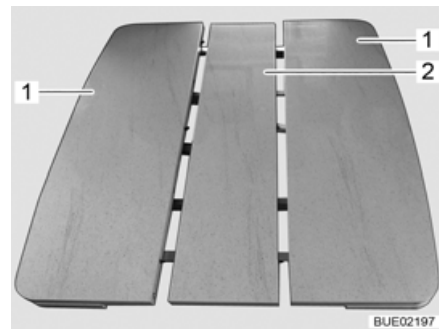

Bild 117 Bordsskiva med extra mittenskiva
- Ta tag i bordsskivan (Bild 117,1) på båda långsidorna och dra isär (för detta krävs det två personer). Den extra mittenskivan (Bild 117,2) under bordsskivan glider upp av sig själv med fjäderspänning.
- Ta tag i bordsskivan (Bild 117,1) på båda långsidorna och dra isär (för detta krävs det två personer).
- Tryck den extra mittenskivan (Bild 117,2) nedåt och håll kvar.